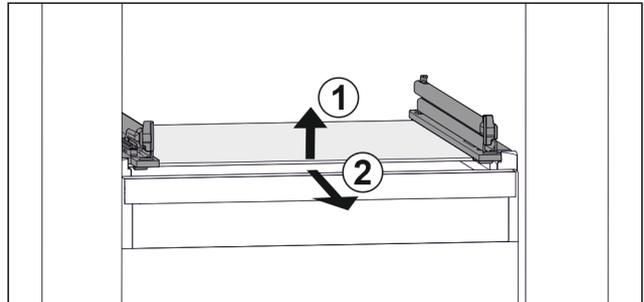

Fig. 43 Примерное отображение стекляннoй пластины
- ▶ Приподнимите стекляннoую пластину спереди. Fig. 43 (1)
- ▶ Извлеките стекляннoую пластину движением вперед. Fig. 43 (2)